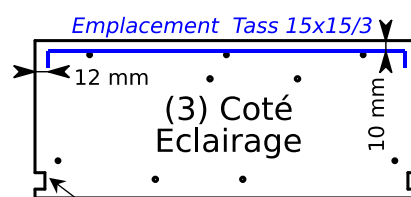

fig. 7
Séparation (3) découper les passages de fils de chaque côté (fig. 7)
Coté Zone éclairage, (*fig.7*), la ligne indiquant le dessus du tasseau (Tass 15x15 /3), à 10mm de l'arrête supérieure - Voir *plan 7* sur la vue : *Sec B-B vue Tass 15x15 /3*.
> **Traçage c) fig. 7**